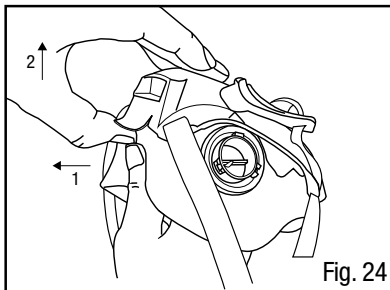

Fig. 24
1. Pour retirer l'ensemble harnais de tête et couvercle de soupape, ouvrir l'attache rapide et placer le pouce sous le couvercle de soupape et les autres doigts sur le dessus. Éloigner la base du couvercle de soupape du masque avec le pouce, puis glisser le couvercle de soupape vers le haut pour le dégager (Fig. 24).
1. Retirer l'ensemble harnais de tête et couvercle de soupape 6582 3M^{MC} et les éloigner du masque en tirant (Fig. 24).